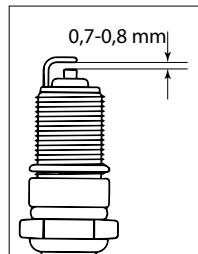

Fig. 27
7. Vérifiez le jeu entre les électrodes de mise à la terre et les électrodes centrales à l'aide d'une jauge d'épaisseur. Si nécessaire, réglez le jeu de 0,7-0,8 mm (fig. 27).